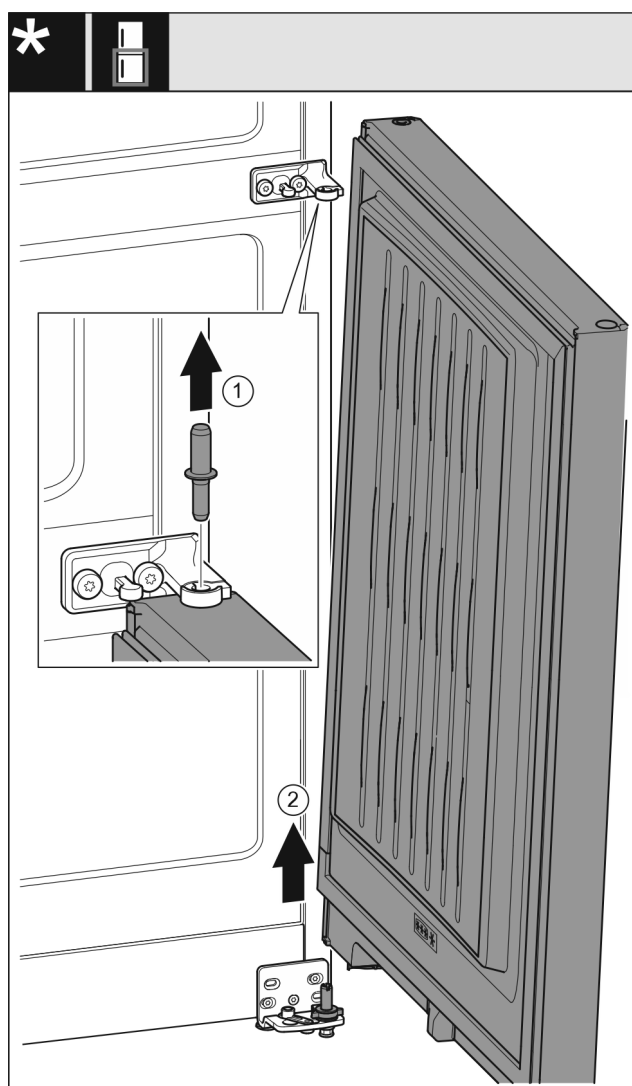

Fig. 8
- Sortir le boulon par le haut. Fig. 8 (1)
- Faire basculer la porte vers l'extérieur, la tirer vers le haut et la mettre de côté. Fig. 8 (2)